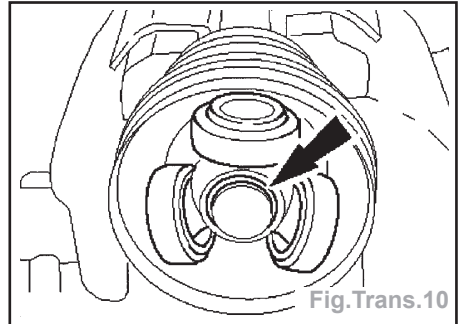

Fig. Trans.10
- Déposer et mettre au rebut le circlip de croisillon (Fig. Trans.10).